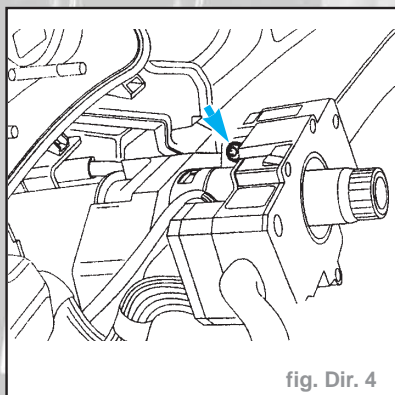

fig. Dir. 4
- Dévisser la vis de commodo et retirer le commodo (fig. Dir. 4).
- Dévisser entièrement la vis de commodo et retirer le commodo (fig. Dir. 4).